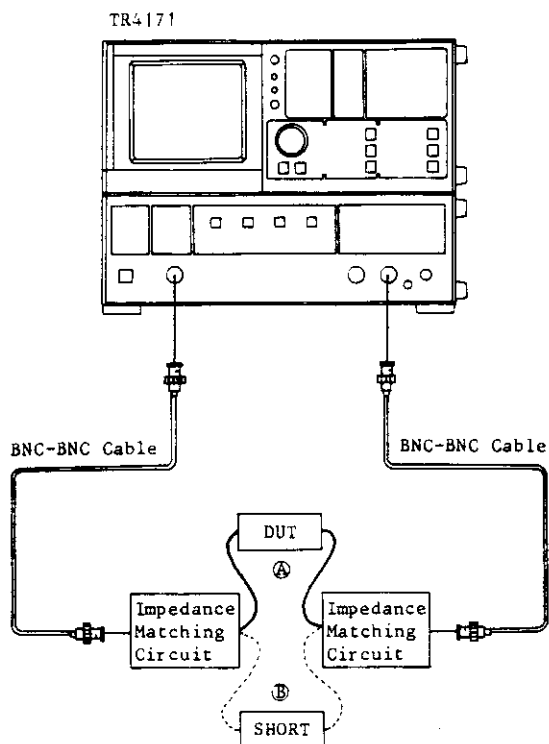

図5-1 振幅測定の接続方法
〔図5-1〕に示すように、各機器を接続して下さい。
- (2) 周波数スパン 20 kHz，中心周波数 10.7 MHz，縦軸スケール 2 dB/DIV に設定します。
〔図5-1〕④に示すように DUT を接続し、波形が変化しなくなるように、掃引時間を設定します。
次に、〔図5-1〕⑤に示すように DUT を外し、 スイッチを押してディスプレイ・ラインを管面上に出します。ステップ・キーとデータ・ノブを用いて、ディスプレイ・ラインをリファレンス・レベルの線に合わせてから、
〔図5-1〕④に示すように DUT を接続して、以下に述べる方法によって、各測定を行ないます。